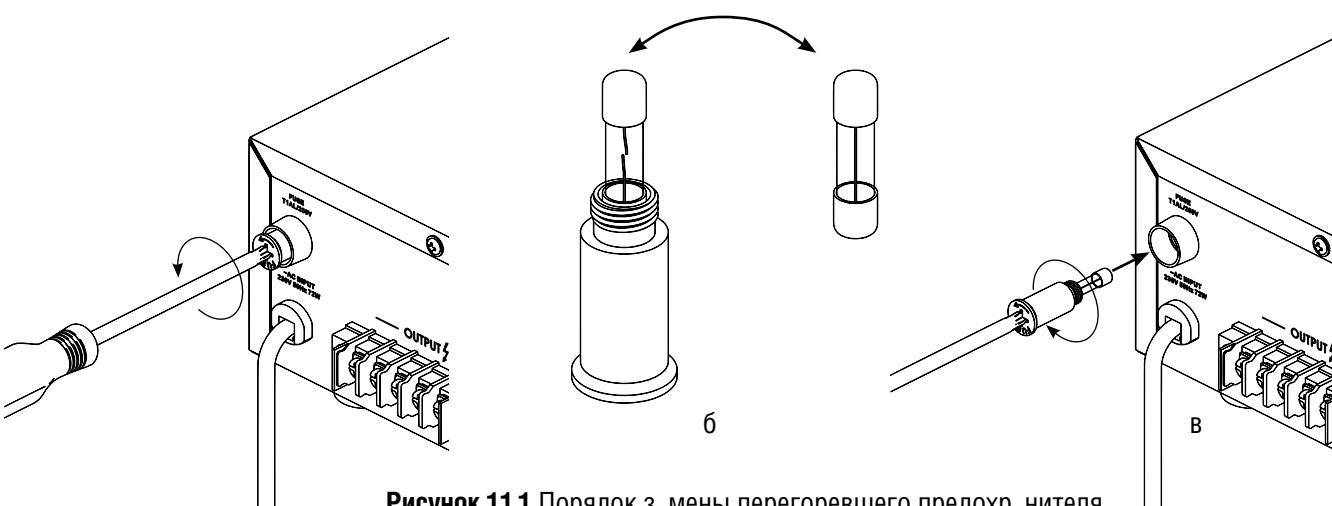

Рисунок 11.1 Порядок замены перегоревшего предохранителя
- Извлеките крышку предохранителя из тринсляционного усилителя, поворачивая её против часовой стрелки крестовой отверткой (**Рис. 11.1, а**)
- Замените перегоревший предохранитель исправным, предварительно убедившись, что в крышке не осталось посторонних предметов (**Рис. 11.1, б**)
- Вставьте крышку с исправным предохранителем в тринсляционный усилитель и плотно засуньте её, поворачивая по часовой стрелке (**Рис. 11.1, в**)